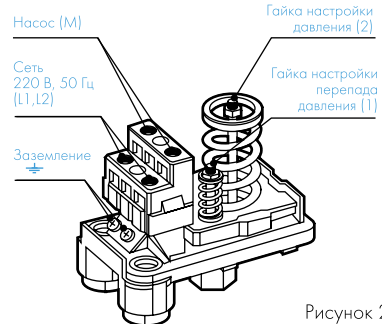

Рисунок 2.
Электрическое подключение осуществляется следующим образом (см. рисунок 2): к клеммам, обозначенным «L1, L2», подключаются провода от электрической сети 220В; к клеммам «M» подключаются провода от электронасоса; к клеммам, обозначенным знаком «+», подключается желто-зеленый провод (заземление). Сечение проводов подводящего электрокабеля должно соответствовать мощности электронасоса. Розетка должна быть европейского типа с заземлением.
- Регулировка уровня верхнего предела давления РДМ-5 осуществляется гайкой (2), фиксирующей положение пружины (см. рис. 2). Для того, чтобы увеличить значение уровня верхнего и нижнего предела давления, необходимо закручивать гайку по часовой стрелке.
Гайка (1) предназначена для регулировки перепада давления путем изменения уровня нижнего предела (см. рисунок 2). Для того, чтобы увеличить перепад давления, необходимо отвернуть гайку против часовой стрелки, тем самым ослабив пружину. Для того, чтобы уменьшить перепад давления, необходимо